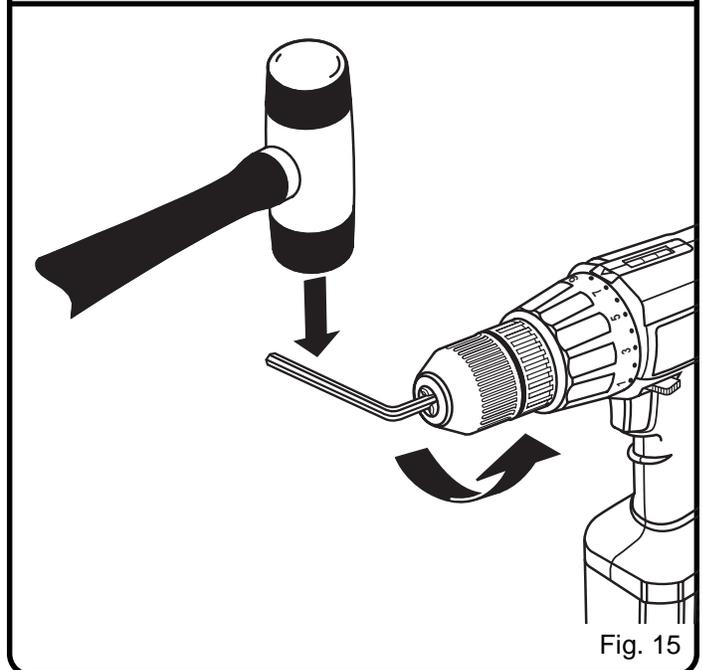

Fig. 15
- Placez la clé hexagonale dans les mâchoires du mandrin et refermez celles-ci avec précaution. Tapotez la clé hexagonale fermement à l'aide d'un maillet dans le sens contraire des aiguilles d'une montre anti-horaire. Ceci désolidarise le mandrin de broche. Il peut maintenant être dévissé à la main. Voir la Figure 15.